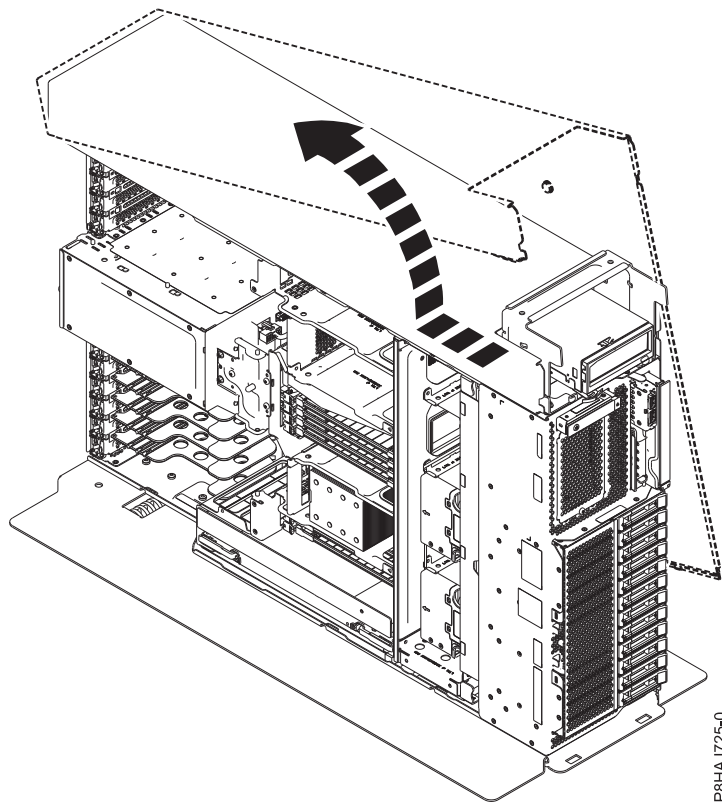

Figura 54. Removendo a tampa lateral do 8286-41A
5. Arraste a tampa lateral para fora do sistema na direção que é mostrada no Figura 54.